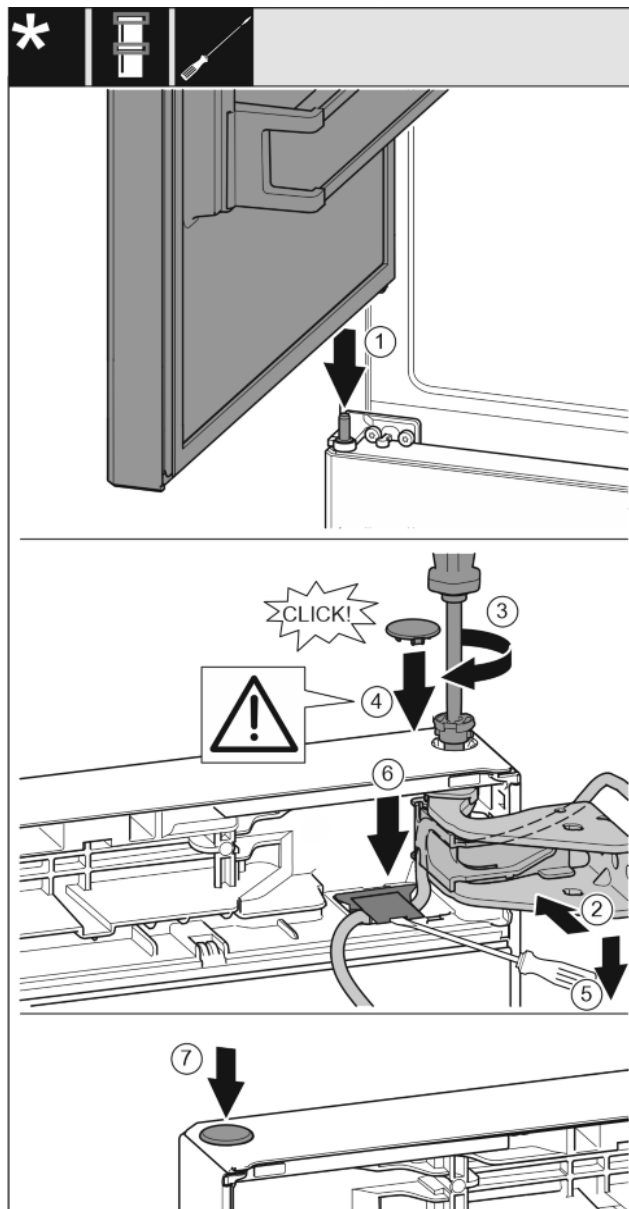

Fig. 33
- ▶ Mettere la porta superiore sul perno di supporto centrale. Fig. 33 (1)
- ▶ Allineare la porta in alto all'apertura nel blocco di supporto. Fig. 33 (2)
- ▶ Inserire i perni e serrare con il cacciavite T15. Fig. 33 (3)
- ▶ Montare la copertura di protezione della porta: inserire la copertura di protezione e controllare se appoggia sulla porta. Altrimenti inserire completamente il perno. Fig. 33 (4)
- ▶ Con il cacciavite a testa a intaglio sollevare la copertura ed estrarla. Inserire in seguito il cavo sotto. Fig. 33 (5)
- ▶ Reinserrire la copertura e premerla verso il basso fino all'innesco. Fig. 33 (6)
- ▶ Inserire i tappi. Fig. 33 (7)